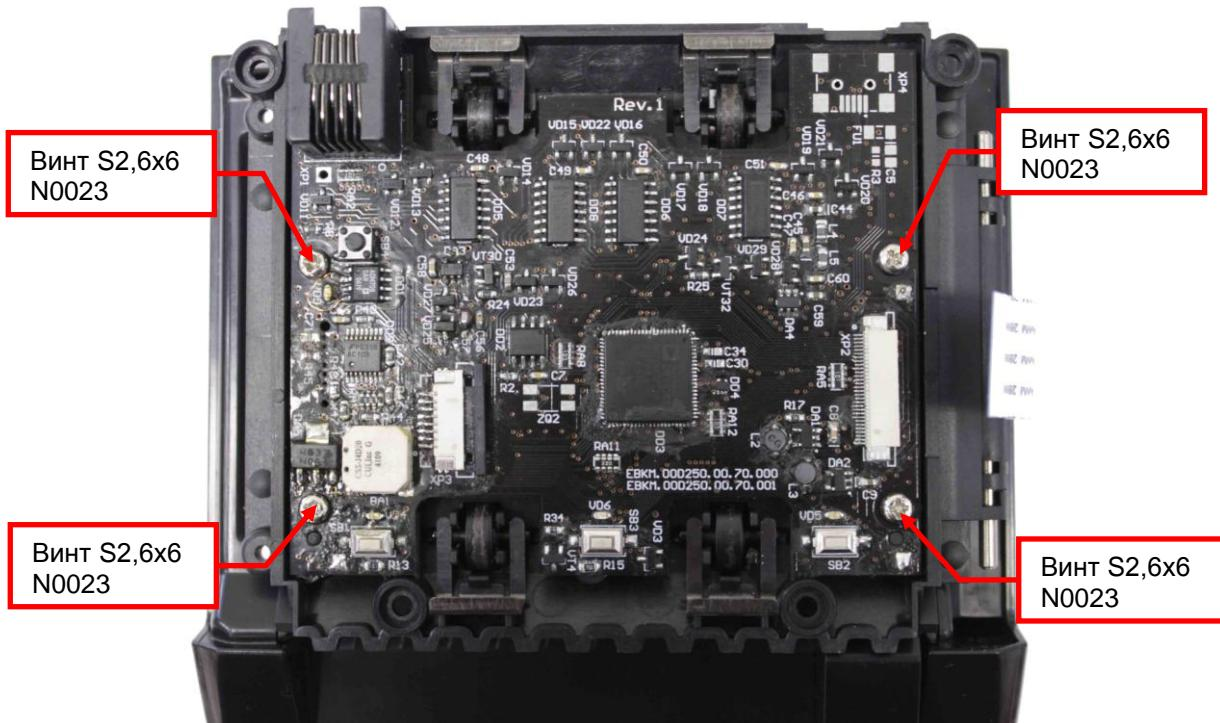

Рисунок 9.16
**9.7.3** Вывинтите, с помощью отвертки Ph1, винты S2,6x6 N0023 (4 шт.), крепящие модуль ЦПУ (см. рис.9.16). Снимите модуль ЦПУ.